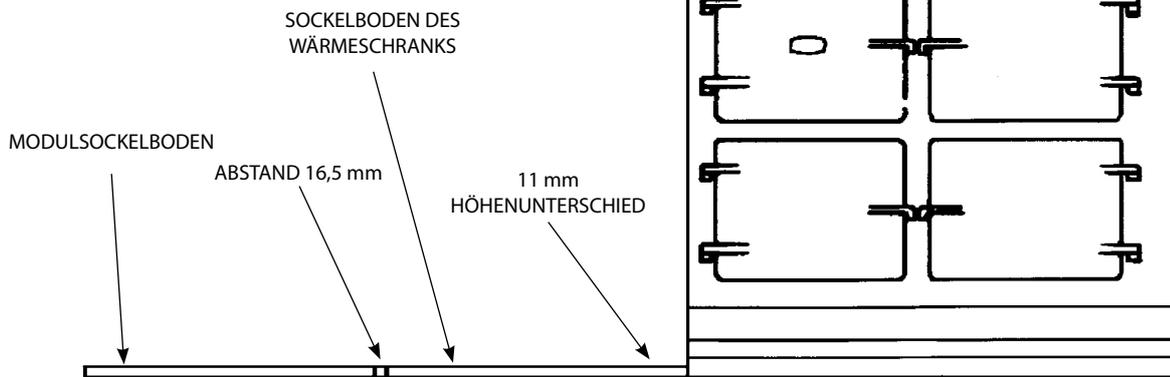

Abb.10.4
7. Prüfen Sie auch, ob der Höhenunterschied von 11 mm zwischen dem Modulsockel und dem Sockel des AGA R7/eR7 korrekt ist. Korrigieren Sie die Sockelhöhe ggf. mit den Einstellschrauben an jeder Ecke. In Extremfällen können unter den Sockeln auch Passscheiben zum Ausgleichen verwendet werden (siehe **Abb.10.3** oder **Abb.10.4**).